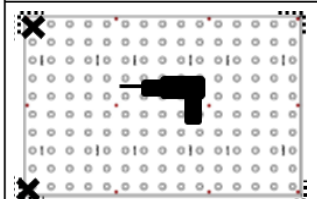
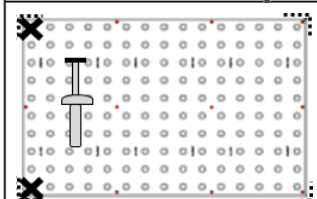

Fig. 3a
Fig. 3b
4. Place tile in marked location. Using a 1/4" masonry bit, drill 2" minimum deep holes (Fig. 3a) and insert 2 drive pin fasteners. (Fig. 3b) **NOTE: Do not drive pins in yet as they are to keep tile in place while drilling remaining holes.**
4. Ponga la baldosa en su ubicación marcada. Con una broca para mampostería de 1/4", haga hoyos de un mínimo de 2" (Fig. 3a) e inserte dos pasadores de impulsión. (Fig. 3b) **NOTA:** No insertar los pasadores todavía ya que sirven para mantener la baldosa en su lugar mientras haga los demás hoyos.